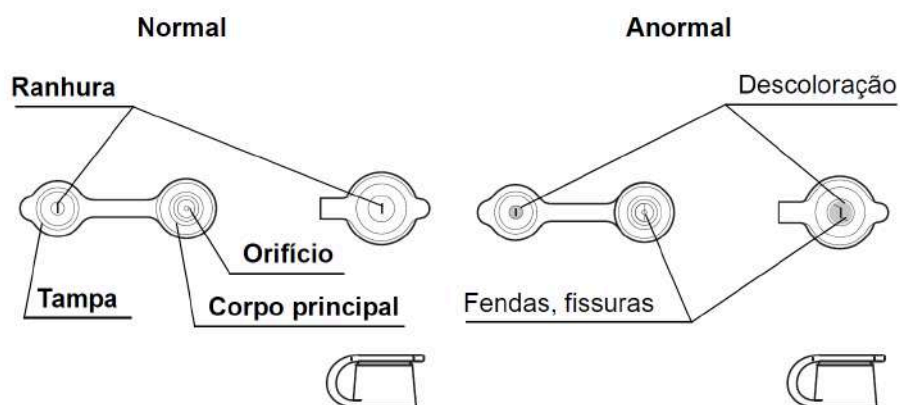

Figura 7. Verificação da tampa do canal de trabalho.
- 1) Certifique-se de que a ranhura e o orifício da válvula de biópsia não apresentam fendas, fissuras, deformações, descoloração ou outros danos (veja Figura 7).